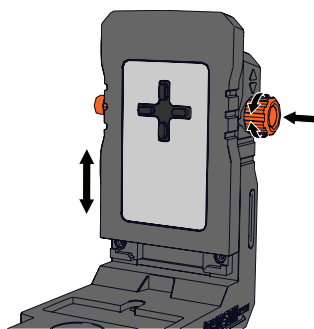

Figura 16
3. Para hacer microajustes a la posición vertical del láser, empuje la perilla de microajuste en el accesorio de la base hasta que lo desbloquee. Gire la perilla para subir o bajar la placa de instalación. La posición se puede ajustar de 0.8 a 25 mm. Suelte la perilla para bloquear la posición. (Figura 16)